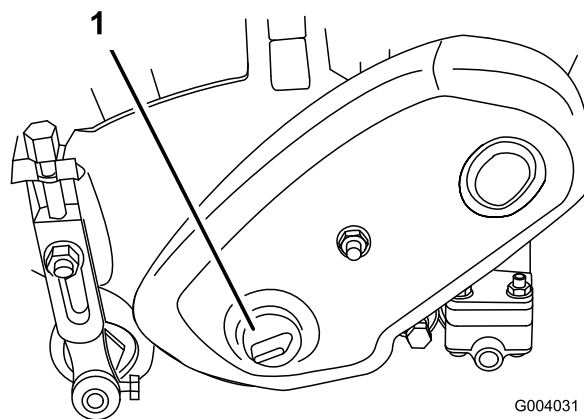

Figura 62
1. Retire el tapón de la cubierta de la transmisión al molinete, en el lado izquierdo del conjunto del molinete (Figura 62).